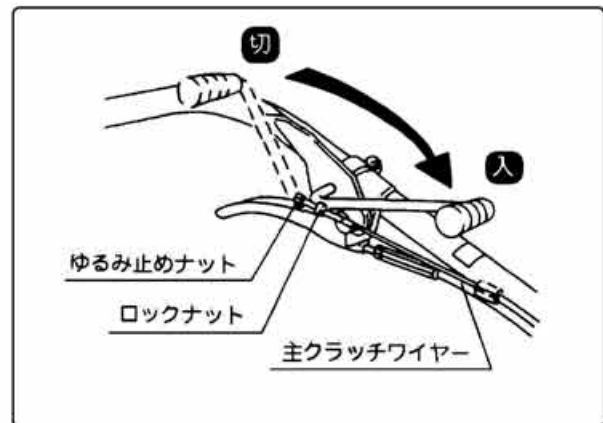

図18
- ② 走行用主クラッチワイヤーやVベルトが伸びた場合はロックナットをゆるめ、アウター受けを伸ばしてください。これだけで調節しきれない場合はエンジン固定ボルト4本をゆるめてエンジンを後ろに移動してください。(このときのベルトとベルト押えのスキマは3～5mmが適当です)(図18,19)